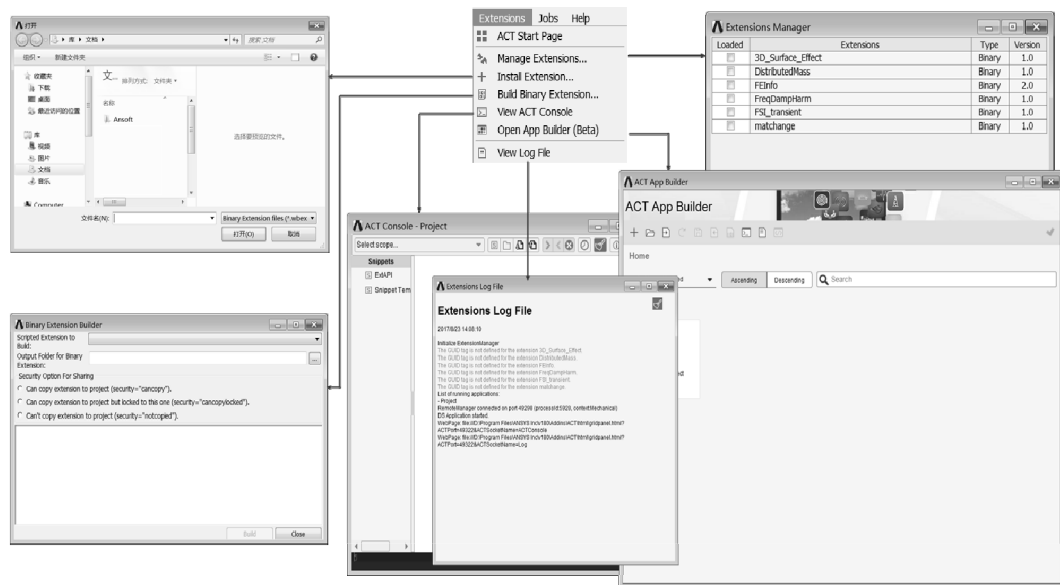

图 1-25 扩展菜单
(5) Extensions (扩展) 菜单如图 1-25 所示。扩展菜单包含 ACT Start Page、Manage Extensions、Install Extension、Build Binary Extension、View ACT Console、Open App Builder、View Log file 七项子菜单, 都是涉及扩展模块的设置相关的操作, 可以让用户在模块中添加 ACT (客户化应用工具套件), 这里不再一一赘述这个菜单。